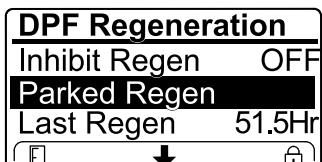

Figura 47
- Si el ordenador del motor solicita una regeneración de recuperación o si está procesando una regeneración de recuperación y se desplaza hasta la opción PARKED REGEN (Regeneración con la máquina aparcada), la regeneración con la máquina aparcada se bloquea y aparece el icono del candado (Figura 47) en la esquina inferior derecha del InfoCenter.